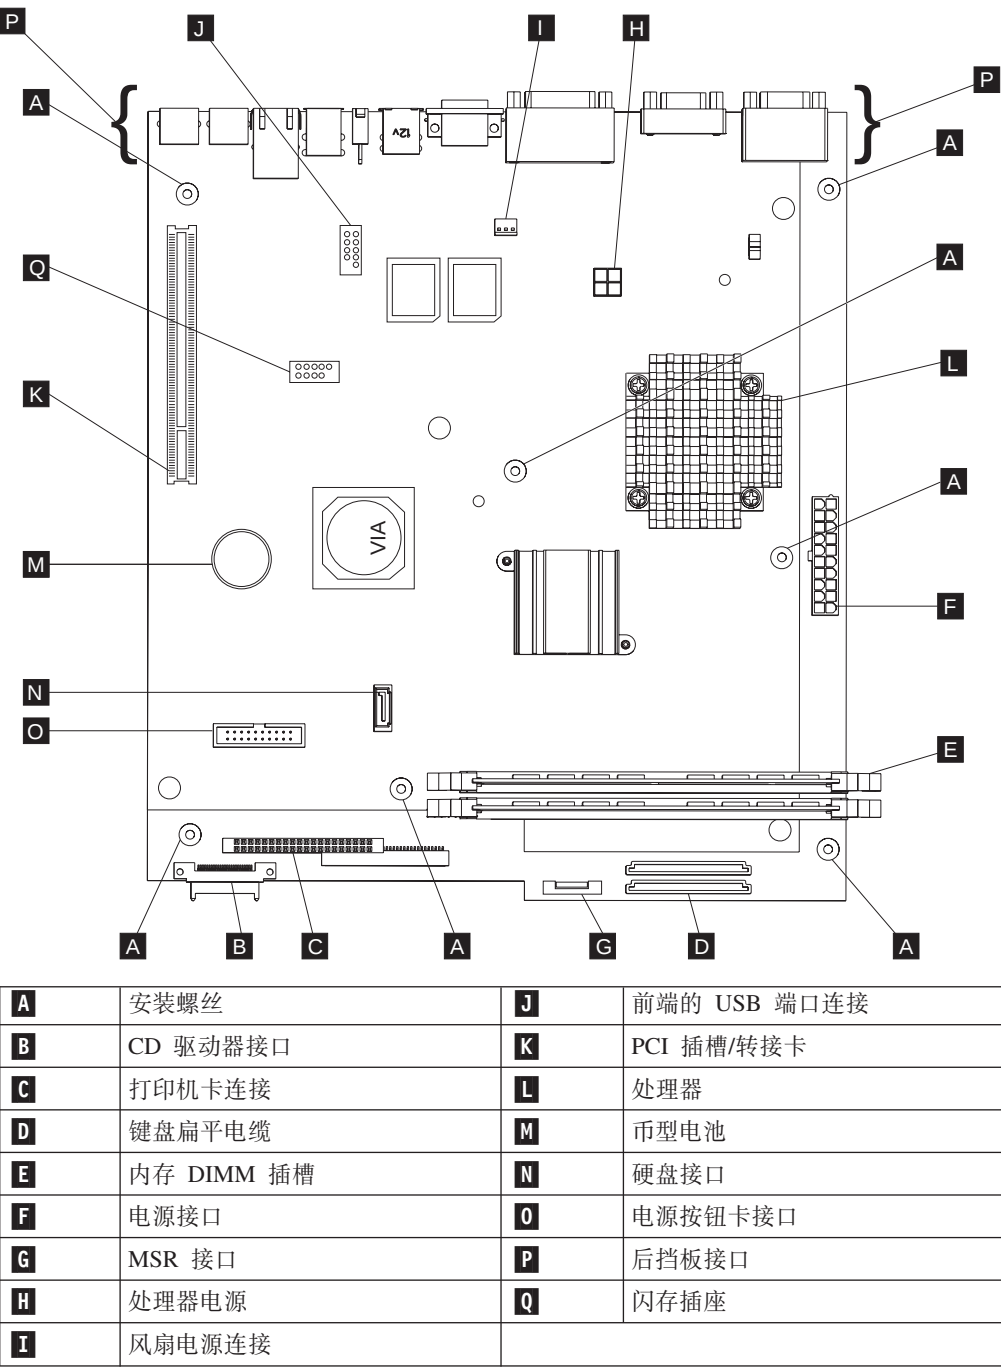

图 32. 系统板布局
7. 从系统板断开 USB 电缆连接。前端的 USB 系统板连接的位置如第 44 页的图 32 中所示。
5. 在第 44 页的图 32 中显示的系统板电池位于系统板的左侧。用您的手指小心地将电池从其外壳中卸下。
6. 从系统板卸下所有信号线和电源线。请参阅第 44 页的图 32 以了解系统板上的连接位置。